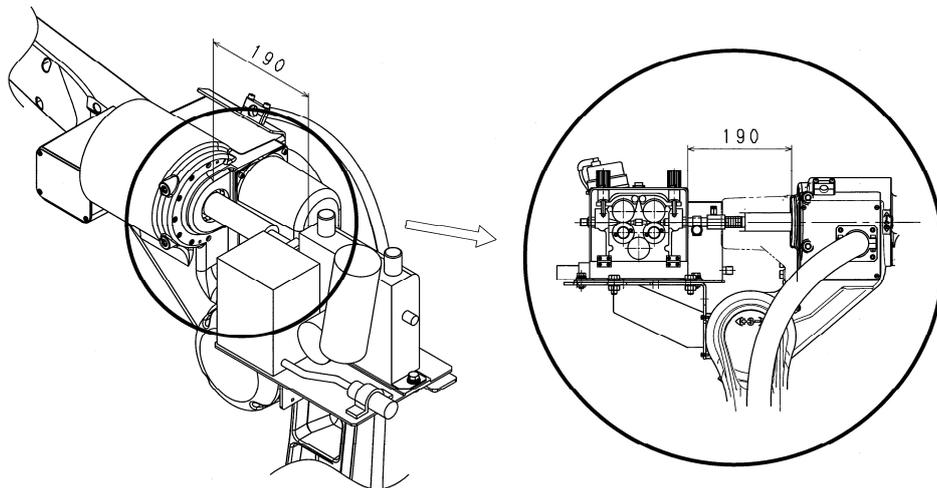

图 2.10 送丝机固定位置(TOKIN 公司生产 G-type)
4. 送丝机向后方移动，拉一体化动力线以便其无松弛，对准图 2.10 的位置用 2 根六角头螺栓 (M10×30) 紧固。